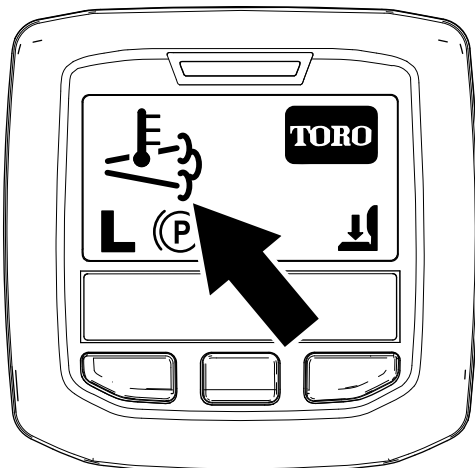

Figura 37
- L'icona della temperatura di scarico elevata viene visualizzata nell'InfoCenter (Figura 37).